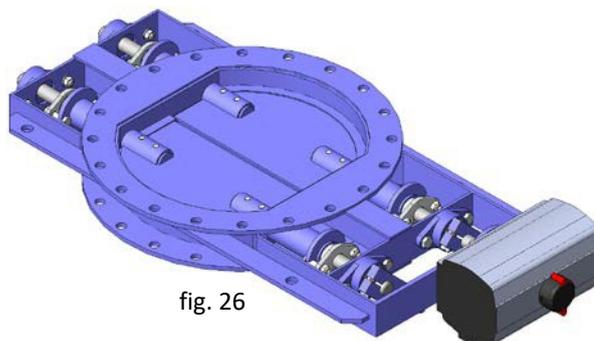

fig. 26
- Cilindro pneumático de ¼ de volta (fig. 26) *